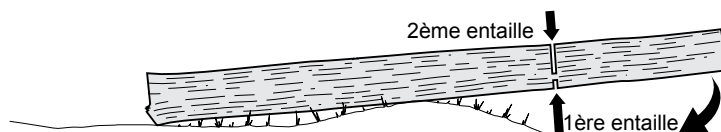

Fig. 31
- > Commencez par le dessous de la bille, le haut de la tronçonneuse contre la bille ; exercez une légère pression vers le haut. Pendant l'opération de tronçonnage par le bas, la tronçonneuse aura tendance à être repoussée vers vous. Préparez-vous à cette réaction et tenez fermement la tronçonneuse afin d'en conserver le contrôle (Fig. 31).